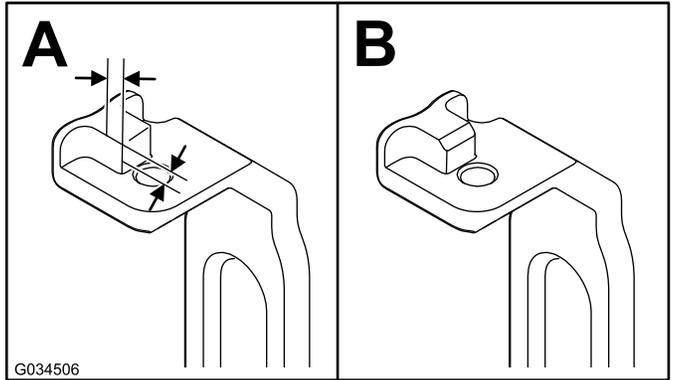

图4
2. 找到两个旋转臂 图3 如图4 所示在凸耳上测量出 2.3mm 对棱角进行打磨。